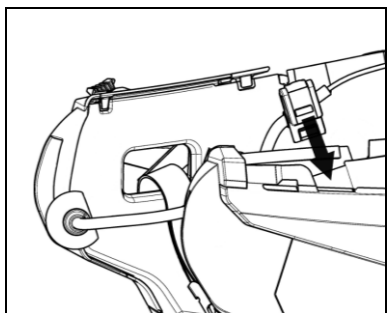

Fig. 8
- Pasar el cable dentro del casco y encajar el cierre de fijación de la derecha en su alojamiento (Fig. 8).